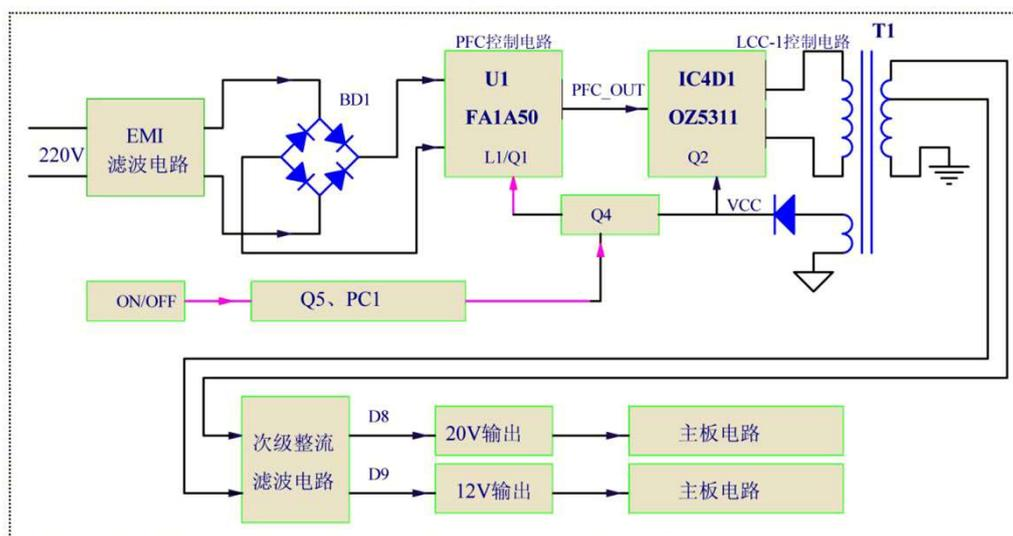

图2 创维 N030102-000652-108 电源之电源框图
如图2所示，本电源电路主要由 EMI 滤波、PFC 和 LLC 转换三部分电路组成：①、市电 EMI 滤波电路与整流滤波电路；②、PFC 控制电路（由 FA1A50N 外围和功率器件组成，它将经过整流桥堆的供电升至 390V）；③、LLC 控制电路（由 OZ5311 外围和功率器件组成，给主板功放电路提供 12V/20V 供电）。